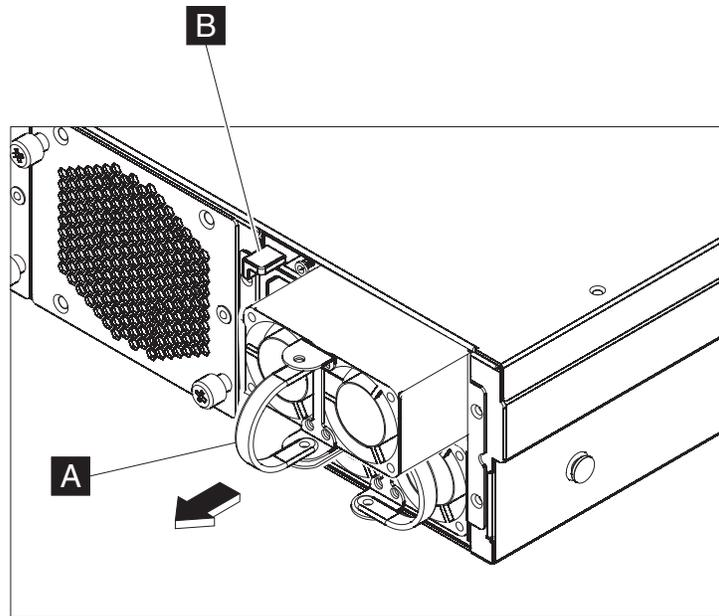

Figura 16. Retirada de un módulo de fuentes de alimentación
- a. Agarre con firmeza el asa **A** del módulo que ha fallado mientras presiona el mecanismo de cierre naranja **B** hacia el asa, y sostenga el mecanismo de cierre en esta posición, como se muestra en la Figura 16 en la página 45.